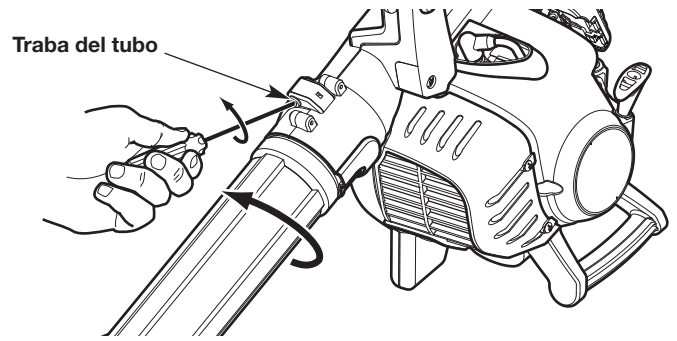

Fig. 4
2. Inserte un destornillador de cabeza plana en la traba del tubo. Gire el destornillador 1/4 de vuelta hacia la izquierda y sosténgalo en el lugar (Fig. 4).
3. Gire el tubo de la sopladora hacia la izquierda hasta que se destrabe de la salida (Fig. 4).